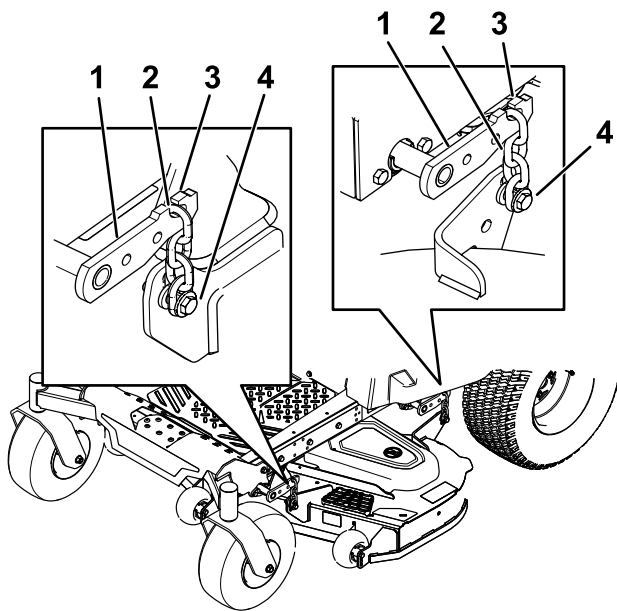

**Bild 76**
6. Nehmen Sie den Splint und die Scheibe ab, mit denen der Steckstift am Rahmen und Mähwerk befestigt ist, und nehmen Sie die Lenkerstange ab (Bild 76).
9. Befestigen Sie den Steckstift mit den vorher entfernten Splinten und Scheiben (Bild 76).